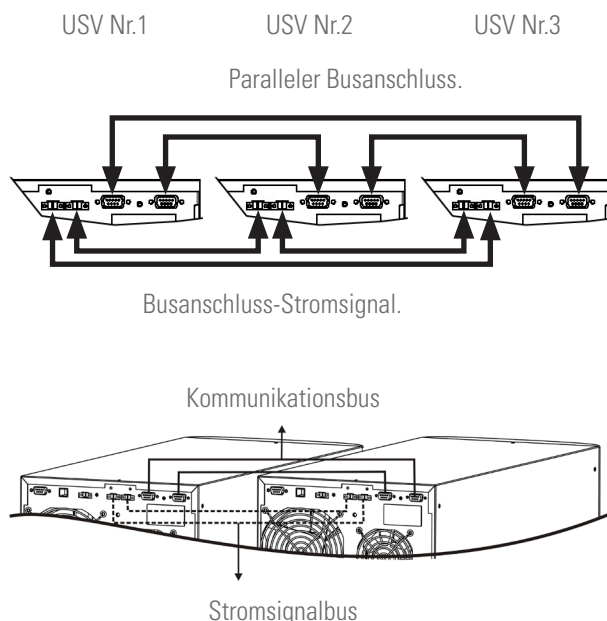

Abb. 22. Kommunikationsbusanschluss und Stromsignal.
- Parallele Busanschlüsse.** Den Schlauch mit 15 Signalleitern mit Gitter und DB15-Steckern an den Enden verwenden, um maximal 3 Geräte anzuschließen. Jeder Schlauch verfügt über einen Stecker und eine Buchse an den Enden, die an den zugehörigen Geräten angeschlossen werden müssen. Es ist wichtig, die parallele Busschleife zu schließen. Die Länge des parallelen Kabels beträgt etwa 1,5 Meter und darf auf keinen Fall verlängert werden, da Interferenzen und Kommunikationsfehler die Folge sein könnten. In der Abb. 22 wird eine Anlage mit zwei parallel angeschlossenen Geräten dargestellt. Für drei USV ähnlich vorgehen, um den Kommunikationsbus und den Stromsignalbus zu schließen.
- Stromsignalbusanschluss.** Den Schlauch mit Steckern an den Enden verwenden, um die Geräte zu verbinden und den Strombus zu schließen, der über die Anschlüsse der zwei zugehörigen Geräte verbunden ist, so und wie in der Abb. 22 dargestellt. Anschließend die Busschleife zwischen dem letzten und dem ersten Gerät schließen. Die Länge des Kabels beträgt etwa 1,5 Meter und darf auf keinen Fall verlängert werden, da Interferenzen und Kommunikationsfehler die Folge sein könnten. In der Abb. 22 wird eine Anlage mit zwei parallel angeschlossenen Geräten dargestellt. Für drei USV ähnlich vorgehen, um den Kommunikationsbus und den Stromsignalbus zu schließen.